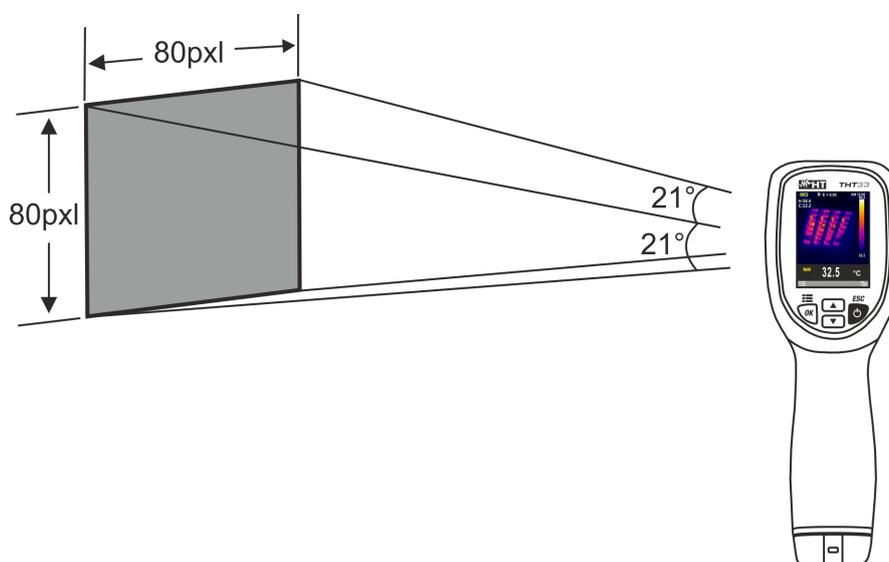

Fig. 14: Rappresentazione del campo visivo (FOV) dello strumento
6. Per misure accurate di temperatura assicurarsi che la superficie dell'oggetto in prova sia sempre maggiore della superficie effettivamente misurabile dallo strumento espressa dal suo campo visivo (FOV = Field Of View). Lo strumento ha un campo visivo pari a $21^\circ \times 21^\circ$ e un vettore di rilevazione di 80×80 (6400) pxl come mostrato in Fig. 14